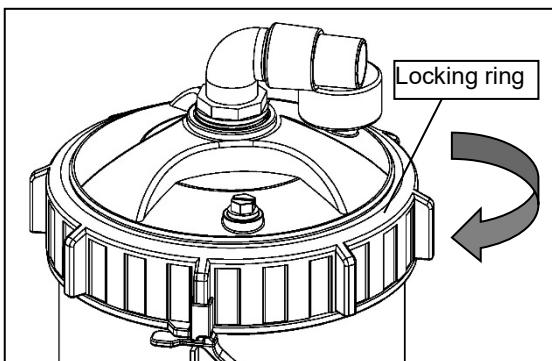

Bild 3 - Filtrets lock
När filtret sätts i vinterförvaring ska det placeras varmt, så att det inte får frostskador. Innan filtersystemet sätts i vinterförvaring ska det tömmas helt och hållet på vatten samt rengöras, även förfiltret (Basket) ska rengöras. Tvätta filterpatronen, låt torka och förvara den torrt och åtskild från det övriga systemet. Dra inte åt spänningen (Bild 3, locking ring) helt och hållet inför vinterförvaringen och placera reningssystemet garanterat frostfritt.
1. Se till att spänningen till filtrets lock (Bild 3 - Locking ring) är åttagen (åttagning för hand räcker).